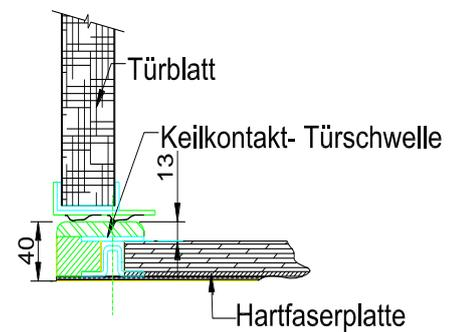

Abb. 8 Keilkontakt-Schwelle
- Keilkontakt-Schwelle (Abb. 8)